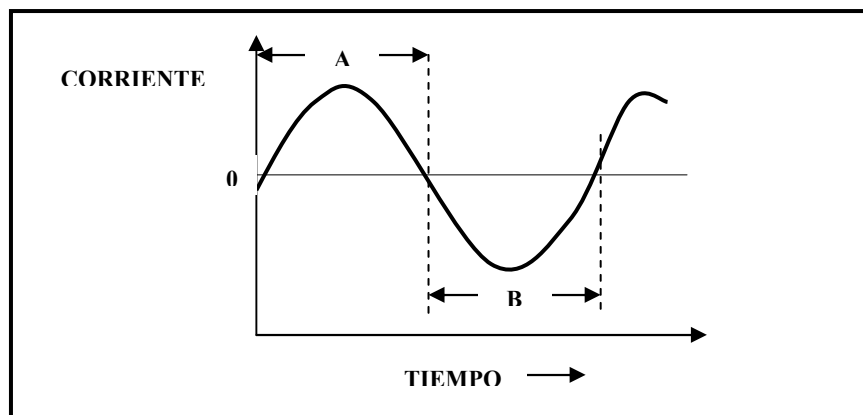

FIGURA 1.1.2 Onda sinusoidal que representa la corriente alterna ó c.a, donde A señala el medio ciclo positivo y B el medio ciclo negativo.
- **Corriente alterna (c.a.):** Se caracteriza por variar la polaridad de su amplitud cíclicamente, es decir, durante medio ciclo alcanza su valor más positivo, en el siguiente medio ciclo, su valor más negativo, y entre cada medio ciclo pasa por cero. Usualmente éste tipo de corriente se representa mediante una onda llamada sinusoidal ⁽⁶⁾, como la observada en la figura 1.1.2: